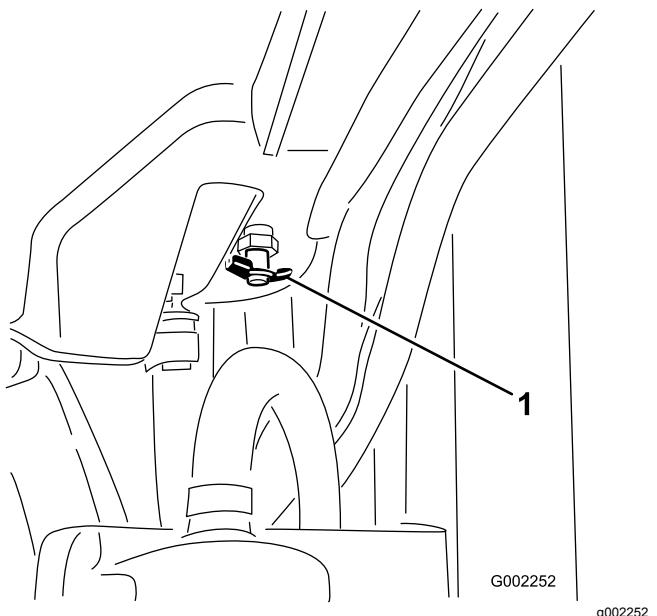

Рисунок 91
- Откройте сливной клапан и слейте охлаждающую жидкость в сливной поддон (Рисунок 91).
- Закройте сливной клапан (Рисунок 91).